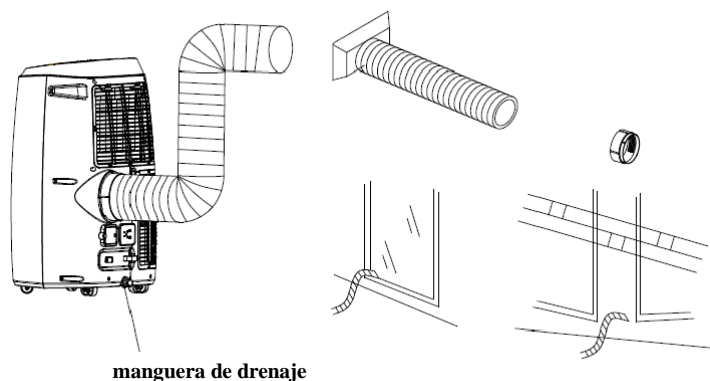

Fig. 5b
- 3) Fije la manguera de evacuación a la unidad (Fig. 5b)
- b) Fije el conector de extremo de la máquina a la salida de la parte posterior del aparato de aire acondicionado (Fig. 5b).